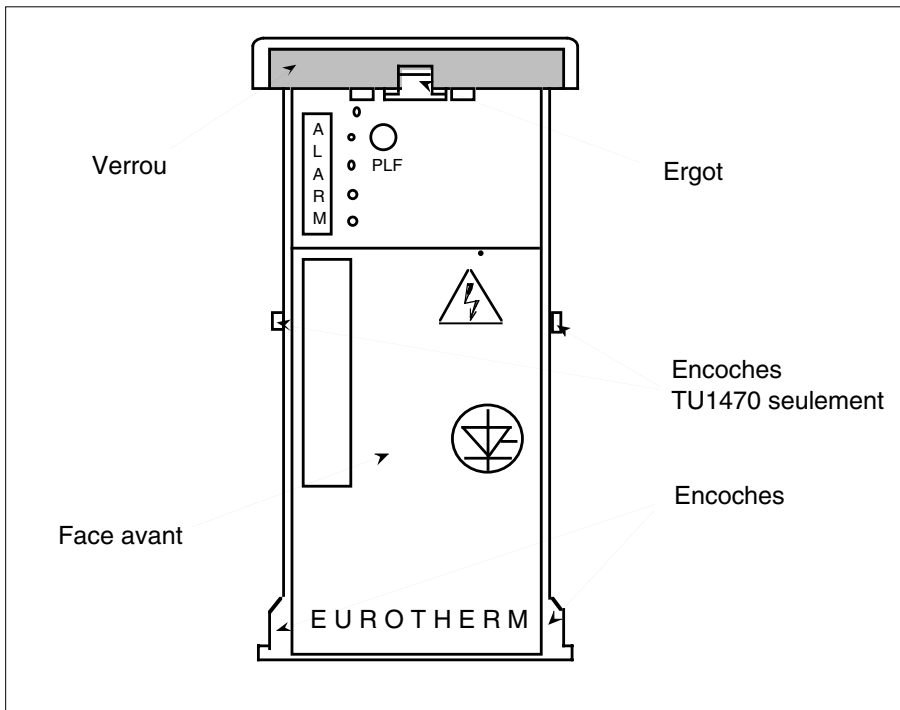

Figure 2-7 Face avant
- Insérer un tournevis fin (3,5 mm) et pousser l'ergot interne (voir figure 2-7).
- Insérer à fond les encoches de la face avant dans les rainures latérales du radiateur (voir figure 2-7).
- enlever la face avant (voir figure 2-7)